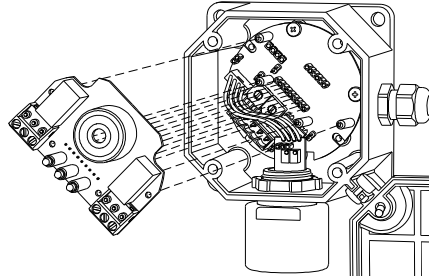
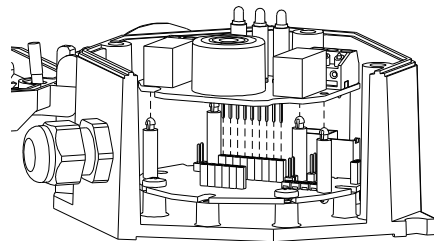

Fig. 4.
Fig. 5.
6. Inserire la scheda relè sul trasmettitore come indicato in Fig. 4, facendo attenzione di far coincidere le quattro torrette, precedentemente inserite sul trasmettitore, con i quattro fori presenti sulla scheda relè e di far coincidere i pin per i collegamenti elettrici C1 (presente sulla scheda relè aggiuntiva) in C2 (presente sulla scheda base del trasmettitore), come indicato in Fig. 5.